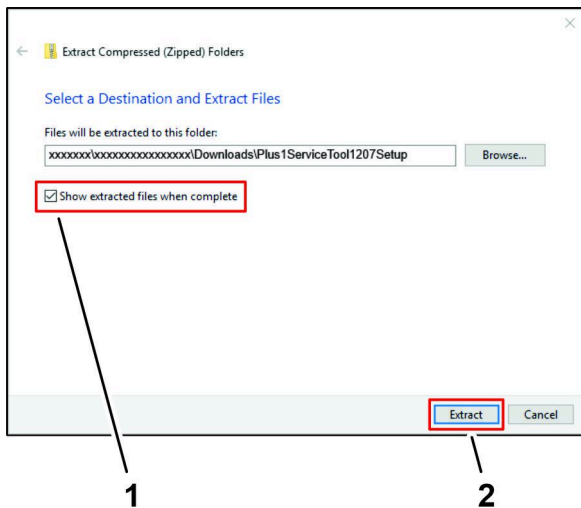

**Figura 19**
1. Abra a Pasta de Downloads do seu computador portátil, clique, com o botão direito, na ligação PLUS1ServiceTool1207Setup.zip file, e clique em Extrair todos... no menu de lista suspensa (Figura 19).